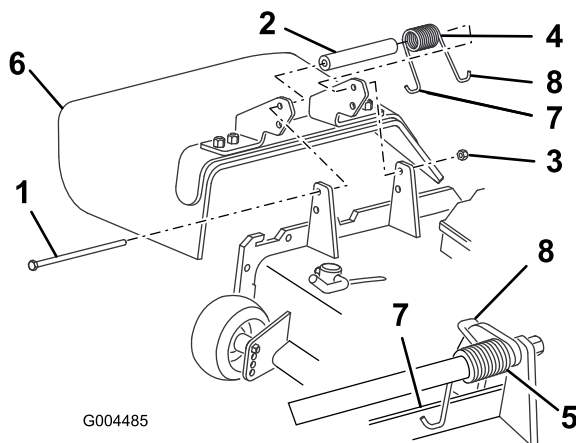

図 25
2. デフレクタをピボット・ブラケットに固定しているロックナット、ボルト、スプリング、スペーサを外す (図 25)。デフレクタを取り外す。
3. デフレクタのブラケットの間にスペーサとスプリングを入れる (図 25)。スプリングの左側 J 形フック部をデッキのエッジの後ろに引っ掛ける。
注 必ず、スプリングの左側J-フックをデッキエッジの後ろに引っ掛け、それからボルトを 図 25のように取り付けてください。
4. ボルトとナットを取り付ける。スプリングの右側のフックを、デフレクタに引っ掛ける (図 25)。